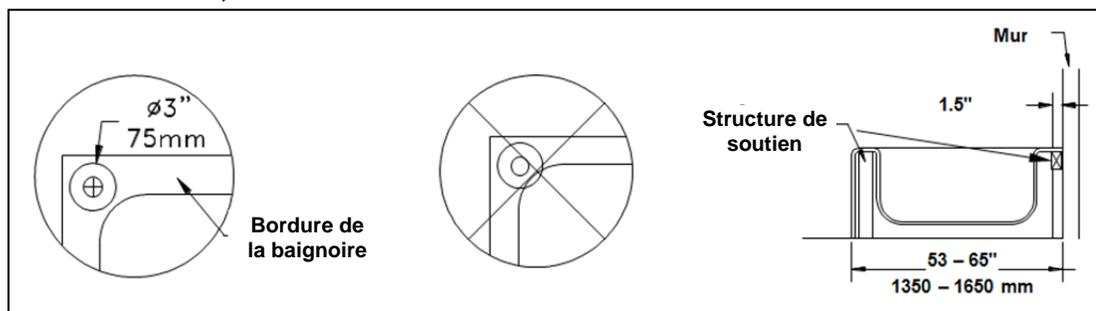

Figure 3
- ◆ Assurez-vous que la baignoire est faite en porcelaine ou en métal et qu'elle a une structure suffisante sous la baignoire pour retenir le poids requis (voir la Figure 3). Si vous êtes incertain de l'intégrité de la structure de la baignoire, contactez le fabricant ou l'entrepreneur pour évaluer la structure.